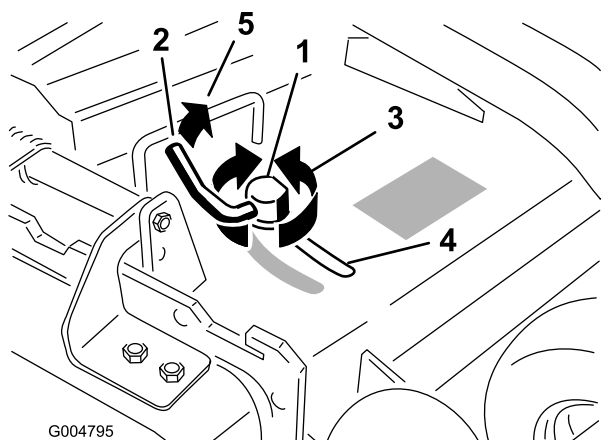

Figura 29
- Per regolare il blocco della camma alzate la leva e allentate il blocco (Figura 29).
- Riportate la leva alla posizione originale per serrare il blocco del deflettore e della camma (Figura 29).